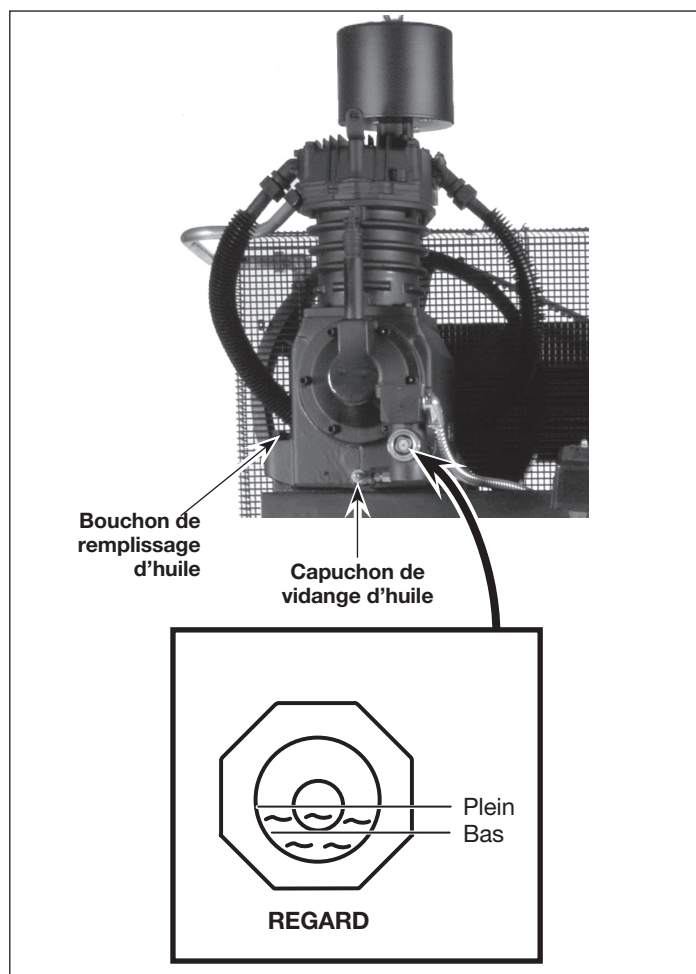

Figure 6
**⚠ ATTENTION** *CE MODÈLE NE CONTIENT PAS D'HUILE. Avant d'utiliser le compresseur. Remplir au centre de la jauge visuelle (voir la Figure 6).*
Remplir la pompe d'huile au centre de la jauge visuelle en utilisant l'ouverture de remplissage d'huile (voir la Figure 6). **NE PAS remplir la pompe jusqu'à l'ouverture du bouchon de reniflard, car ceci pourrait mener à une fuite d'huile et une pulvérisation vers l'extérieur durant l'utilisation.**